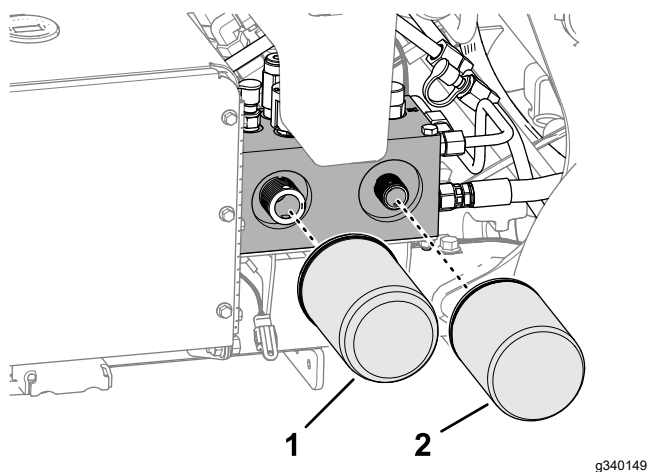

图 170
- 在滤芯下放一个放油盘拆下旧滤芯并将滤芯安装座垫片表面擦拭干净图 170。